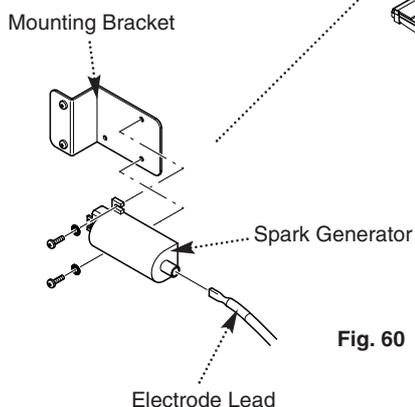

Fig. 60
12.17 Spark Generator (Fig. 60)